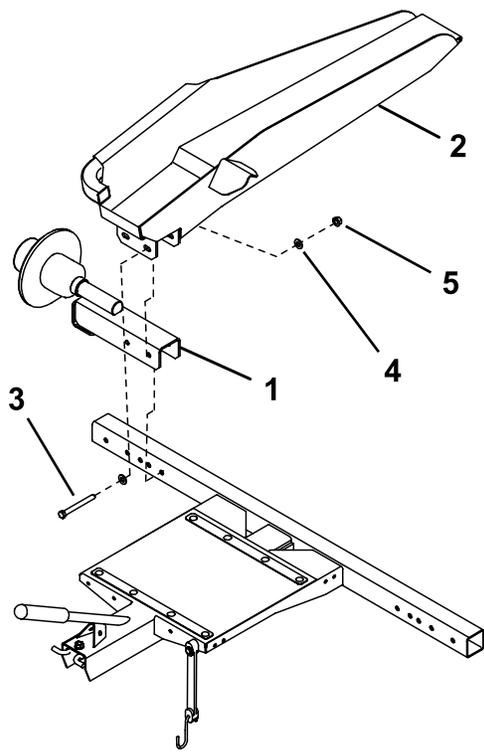
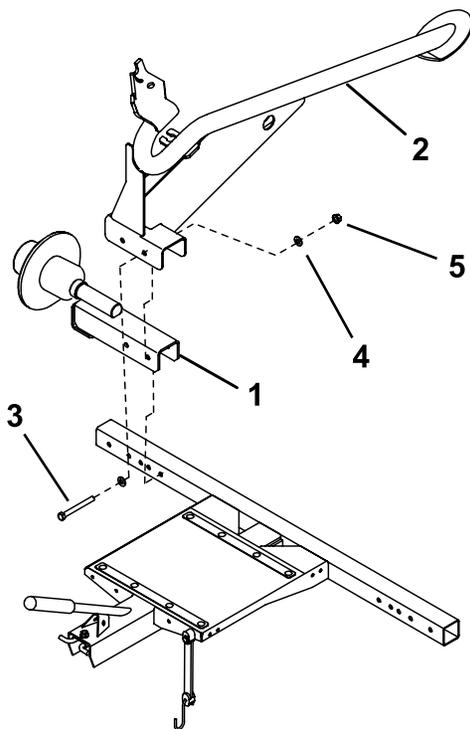

Bild 3
Bild 4
2. Montieren Sie die Achs- und Rampen- (**Bild 3**) oder Schienenbaugruppe (**Bild 4**) mit zwei Schrauben ($\frac{3}{8}$ " x 3"), vier Unterlegscheiben und zwei Muttern an jedem Rahmenende.